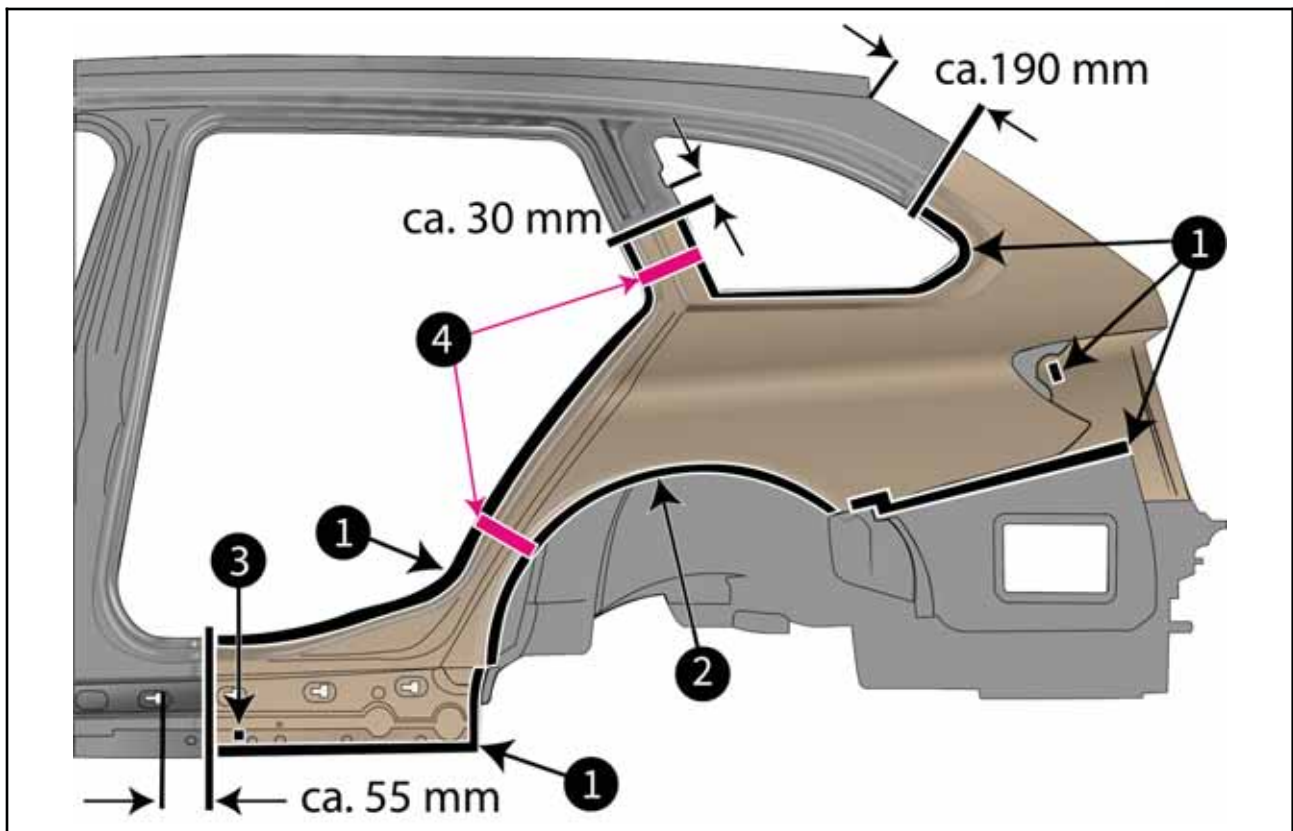

Bild 1: Seitenteil Ausbau
Verwenden Sie für die Klebeverbindung Bild 1 | Pos. 3 beim Einbau Dichtmasse.
- Führen Sie die Trennschnitte mit den im Bild 1 angegebenen Maßen durch.
- Lösen Sie die Schweißverbindungen Bild 1 | Pos. 1.
- Lösen Sie die Falzklebeverbindung Bild 1 | Pos. 2.
- Lösen Sie die Klebeverbindung Bild 1 | Pos. 3.
- Lösen Sie das Seitenteil im Bereich Bild 1 | Pos. 4 von den Schaumformteilen.